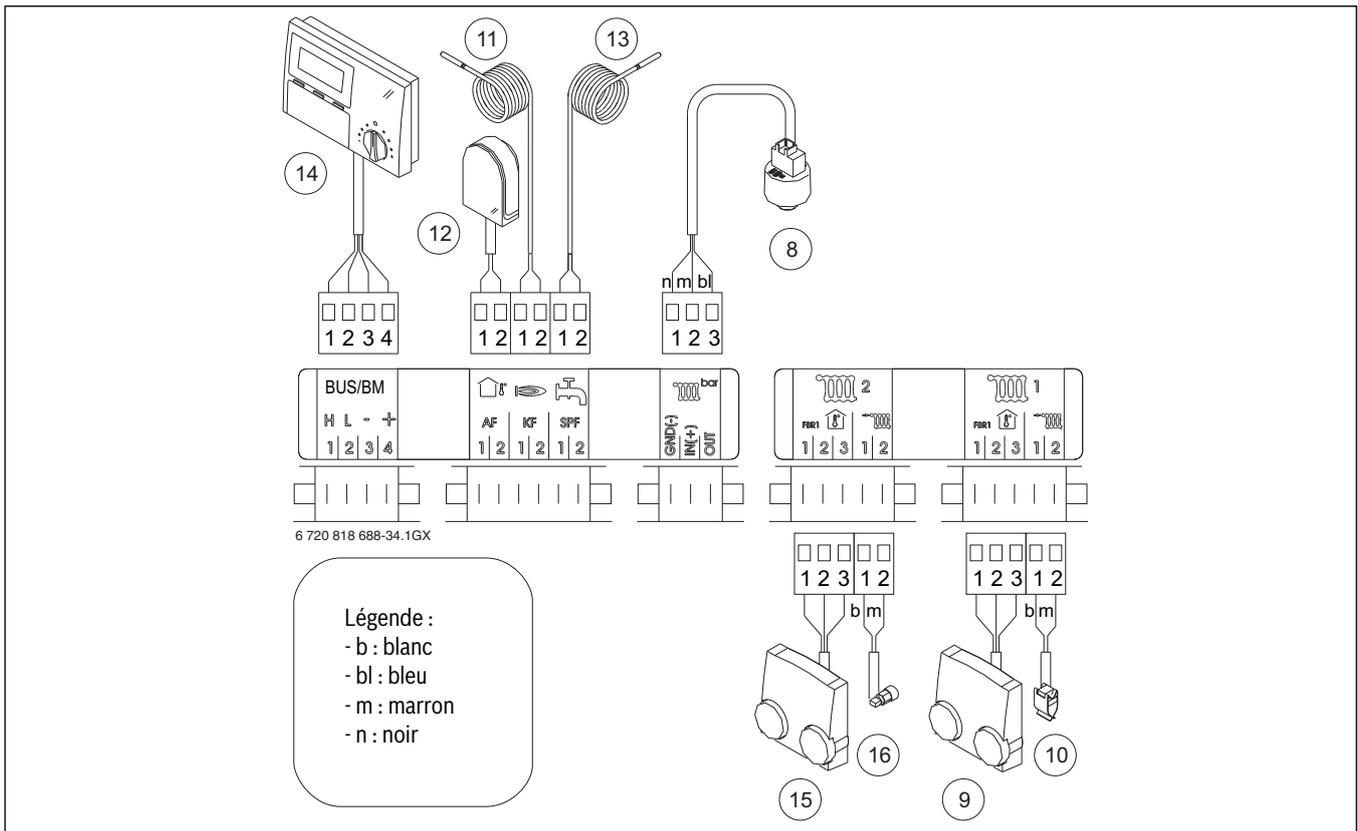

Fig. 56
- ▶ connecter la sonde au tableau de commande (→ fig. 56, pag 36).